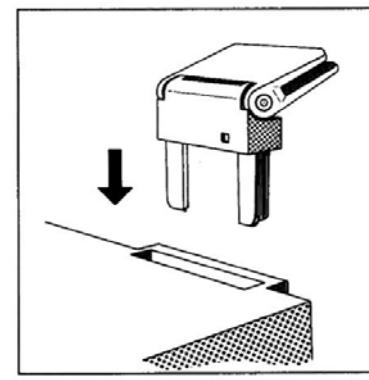

Fig. 3
- Scharniere **2** in die dafür vorgesehenen Ausspannungen einstecken (Fig. 3).
- Insert the hinges **2** in the appropriate recesses (fig. 3).